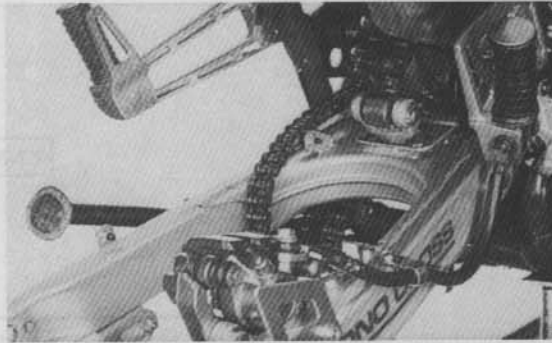

Bild 203
- Staubschutz der unteren Federbeinbefestigung abziehen, Splint entfernen und Verbindungsbolzen herausziehen (Bild 203). Federbein herausführen.